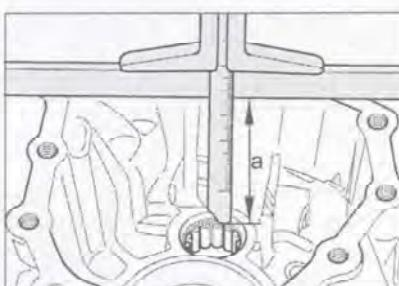

Рис. 7.254. Проверка глубины запрессовки игольчатого подшипника $a = 105$ мм.
11. Проверьте глубину запрессовки игольчатого подшипника $a = 105$ мм (рис. 7.254).